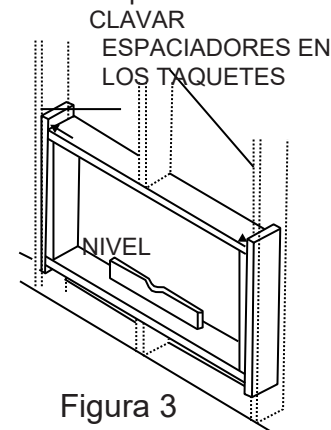

Figura 3
2. Fije el bastidor en su lugar con clavos para mampostería o con los tornillos de anclaje para mampostería adecuados. (Otra forma de fijar el bastidor es construir un marco en la pared de mampostería, como el que se muestra en la Figura 3 del paso 2: Preparar la pared. Sujete firmemente el marco a la pared de mampostería. Esto le permitirá tener un buen espacio entre la rejilla a ambos lados del bastidor).